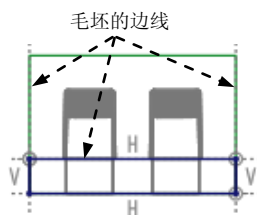

图 25.21 截面草图
(2) 绘制截面草图。进入草绘环境后，选取图 25.21 所示的毛坯边线和 MAIN_PARTING_PLN 基准平面为参考；绘制图 25.21 所示的截面草图（为一矩形）。完成截面的绘制后，单击“草绘”操控板中的“确定”按钮 。